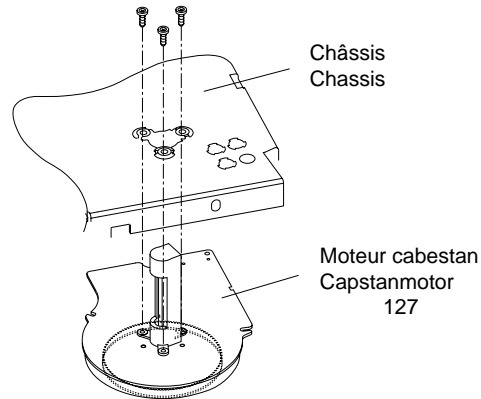

Fig. 17
- Dévisser les 3 vis de fixation (Fig. 17) sur la partie supérieure et retirer le moteur cabestan de la mécanique par le bas.
- Remove the three capstan motor fixing screws (Fig. 17) and withdraw the capstan motor downward from the tape deck.